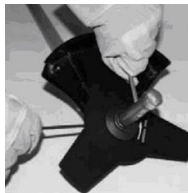

Рисунок 7
- зніміть чашку з валу (рис.7), залишивши маточину;
- зніміть чашку з валу, залишивши маточину (рис.7);